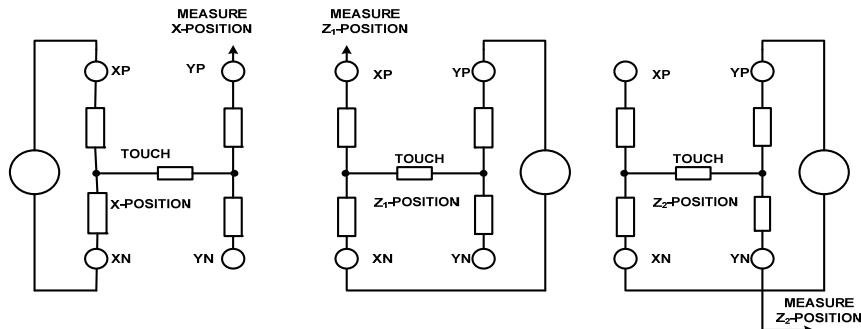

图9 压力测量模块图
HM2003 也能对触摸的压力进行测量, 即表 3 中所写的 Z 方向测量。一般而言, 这种测量的性能要求不高, 所以采用 8 位分辨率模式(但是, 下面的计算是采用 12 位分辨率模式的)即可。有几种不同的方法实现压力的测量。第一种方法需要知道 X 面板的电阻, X 位置的测量值, 触摸屏两附加面板之间的测量值 ( $Z1$  和  $Z2$ ), 如图 9 所示。可用公式 (3) 计算该触摸电阻: